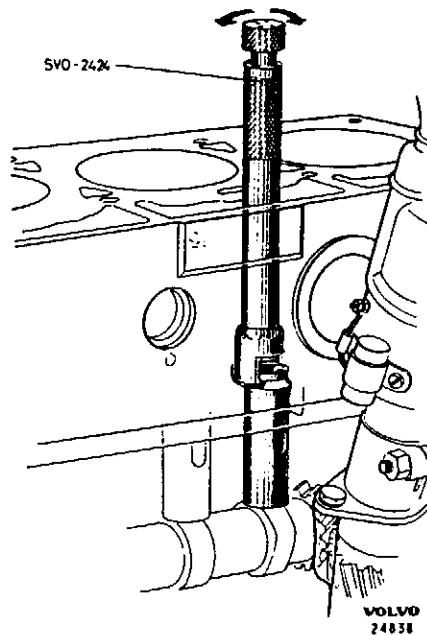

Abb. 34. Ausbau von Ventilstößeln
2. Den Anlasser sowie das Schutzblech an der vorderen unteren Kante des Schwungradgehäuses entfernen. Das Schwungradgehäuse zusammen mit dem Wechselgetriebe und danach Kupplung und Schwungrad ausbauen. Hintere Dichtungsflansch, Lichtmaschine, Wasserpumpe und Zündverteiler, Ventilgehäuse, Kipphebel und Zylinderkopf sowie Ölfilter ausbauen. Die Ventilstößel sind mit dem Werkzeug SVO 2424, siehe Abb. 34, auszubauen.